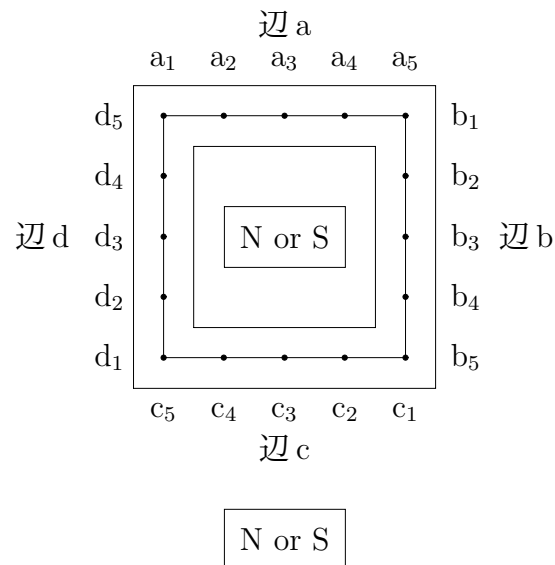

図 8.5: 磁束密度の測定
- 式 8.7 の磁束密度 B は、U 字型永久磁石を用いているため一様ではなく空間で分布を持つ。図 8.5 のように、各辺で 5 点測定して各辺の平均値を使用する。
辺 a、辺 b、辺 c および辺 d(図 8.5 参照) の磁束密度を測定する。